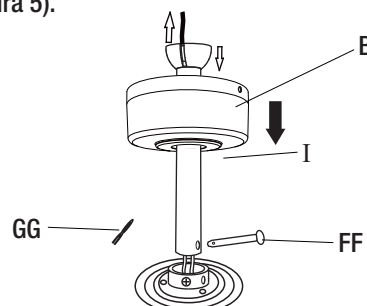

Figura 5
- Coloque la unidad de la vara (I) a través de la cubierta del techo (B). Inserte los cables del motor a través de la unidad de la vara (I) (Figura 5).